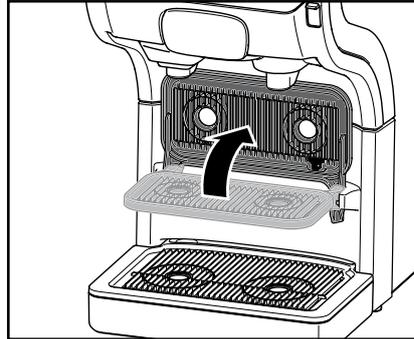

Abb. 11
- Kippen Sie die Tassentrage nach oben, um Platz für Ihre Kanne zu machen. (Abb. 11)